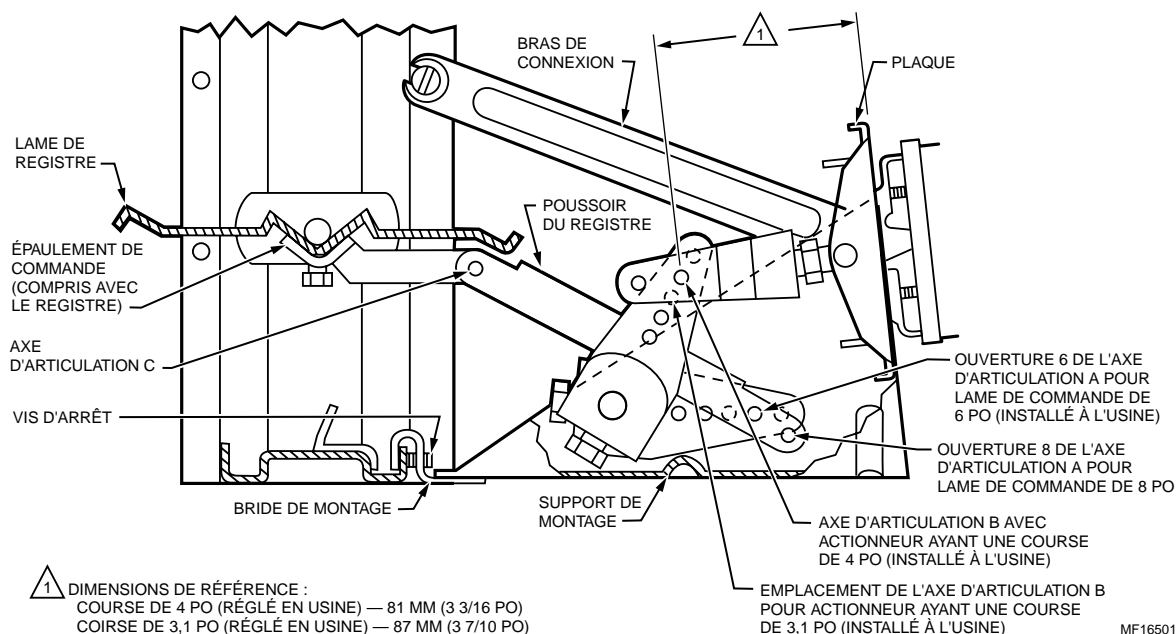

Fig. 14. Installation d'un actionneur normalement ouvert à montage interne.
2. Vérifier la position de la plaque et l'ajuster au besoin (Fig. 14).
3. Utiliser la clé Allen de 1/8 po pour dévisser les vis de fixation de la bride de montage (Fig. 14) d'un tour.
5. Déterminer la hauteur de la lame de commande du registre. Les registres dont la hauteur est de 254 (10), 309 (12), 457 (18), 660 (26), 864 (34) et 1219 mm (48 po) ont des lames de commandes de 203 mm (8 po) Tous les autres registres ont des lames de commande de 152 mm (6 po).
6. Si les lames de commande ont 203 mm (8 po) de hauteur, retirer l'axe d'articulation A de l'ouverture d'axe d'articulation du poussoir du registre marquée 6 et le réinstaller dans l'ouverture marquée 8 (Fig. 14). (Faire correspondre avec l'ouverture du bras de manivelle marquée 90).
7. Dévisser l'écrou de la plaque entre le support de montage et le bras de connexion (Fig. 14). Retirer l'axe d'articulation C du poussoir du registre.